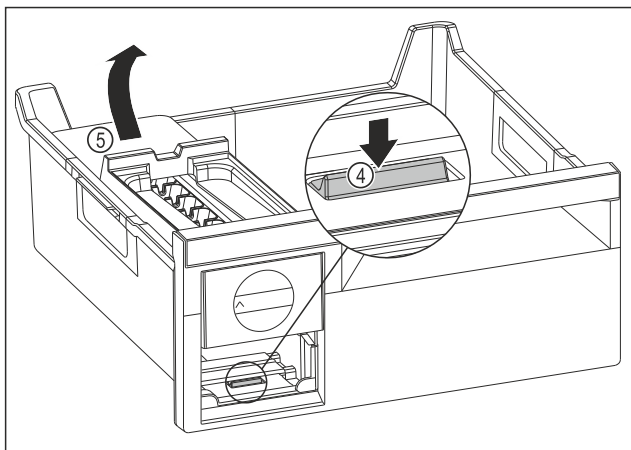

Fig. 96
- ▶ Wyjmowanie korpusu EasyTwist-Ice: Naciśnąć nakładkę Fig. 96 (4) palcem w dół i jednocześnie podnieść korpus EasyTwist-Ice Fig. 96 (5) od tyłu drugą ręką.